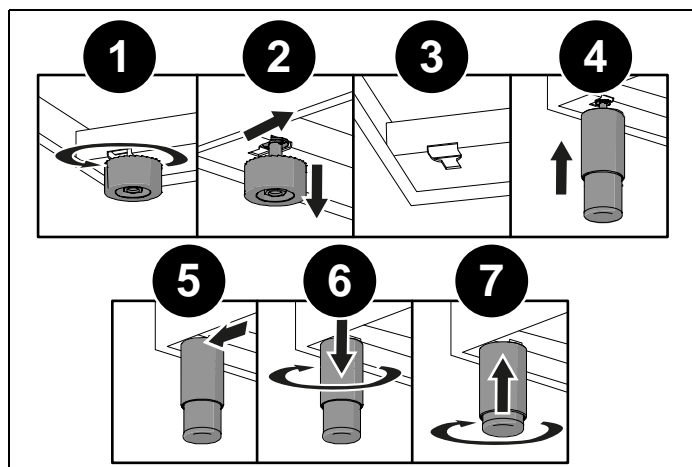

Fig. 4
- démonter les supports (1 et 2, Fig. 4),
- encliqueter les pieds dans le dispositif en forme de clé situé sous l'appareil (3 et 4, Fig. 4),
- visser fermement les pieds à la base (5 et 6, Fig. 4),
Ajuster la hauteur des pieds à la bonne hauteur (7, Fig. 4).
En abaissant l'appareil, éviter de maintenir la tension sur les pieds (Fig. 4). On suggère d'utiliser une épaisseur sur la base ou une palette pour éviter d'incliner la cuisinière.